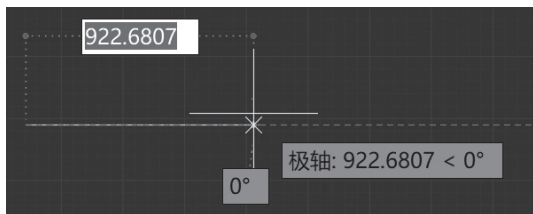

图 1-7 激活极轴追踪功能后绘图区的显示
(3) 极轴追踪工具。极轴追踪工具的快捷键为 F10。激活极轴追踪功能并执行“直线”命令后，拖动光标，它只能沿用户设定的极轴方向移动，系统在极轴方向上将显示一条追踪辅助线及光标点的极坐标值(见图 1-7)，输入追踪距离，按 Enter 键，即可确定新的点。在使用极轴追踪功能时，必须激活对象捕捉功能。AutoCAD 首先捕捉一个几何点作为追踪参考点，然后沿水平、竖直方向或设定的极轴方向进行追踪。